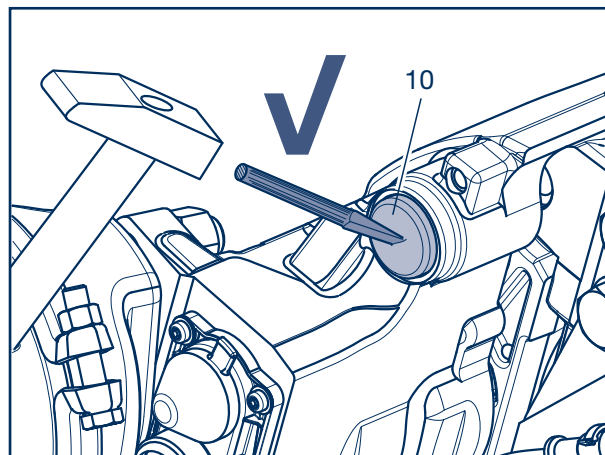

Fig. 1
- [3] Festlager-Stahldeckel (10) mit einem geeigneten Werkzeug, z.B. Schraubendreher, mittig (Fig. 1) durchschlagen. Dabei können sich die Deckel nach innen verschieben.
- [3] Use a suitable tool, such as a screwdriver, to punch through the middle of the fixed bearing steel covers (10) (Fig. 1). The covers can move inwards in this case.